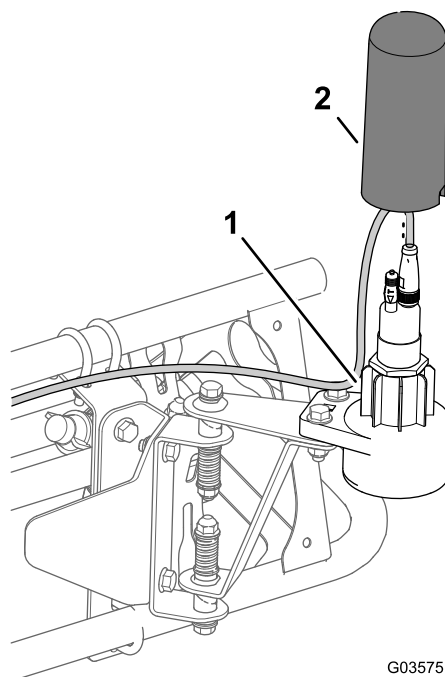

Figure 25
4. Posez le logement supérieur sur le capteur et sur le logement inférieur (Figure 25).